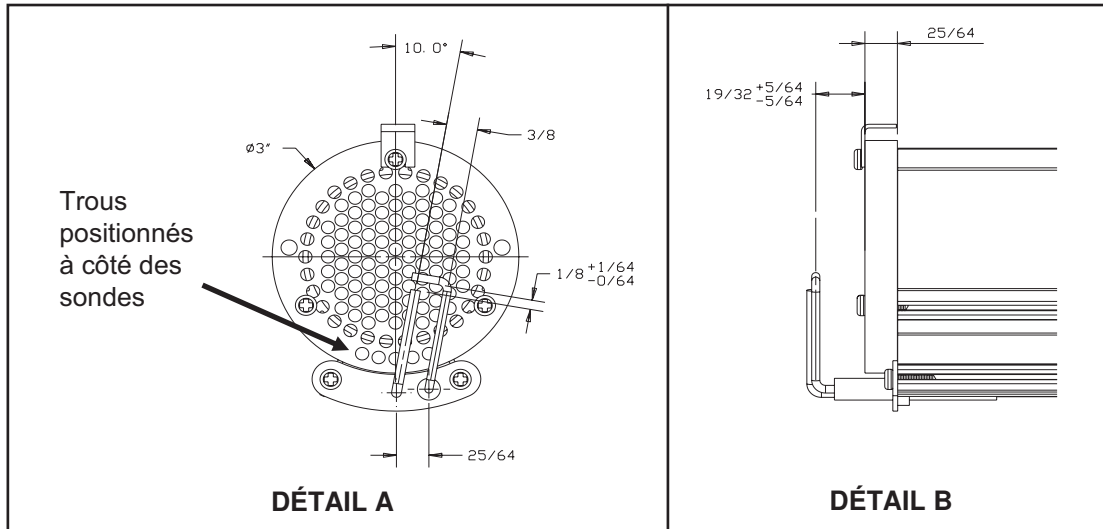

Figure 26. Plaque de flamme et étincelle d'allumage
7. Vérifiez la plaque de flamme et l'intérieur de la tête du brûleur pour la contamination et nettoyez si nécessaire. Remplacez la plaque de flamme si nécessaire en vous assurant que les cinq trous sur l'anneau extérieur sont correctement alignés (voir **Figure 26**, DÉTAIL A).
9. Vérifiez que l'assemblage de l'allumeur n'est pas détérioré. Le remplacement à chaque service est conseillé pour assurer une fiabilité continue. Assurez-vous que les connecteurs de câble sont bien fixés pour éviter une étincelle incorrecte de l'électrode et assurez-vous que l'éclateur est conforme à la **Figure 26**, DÉTAIL B).